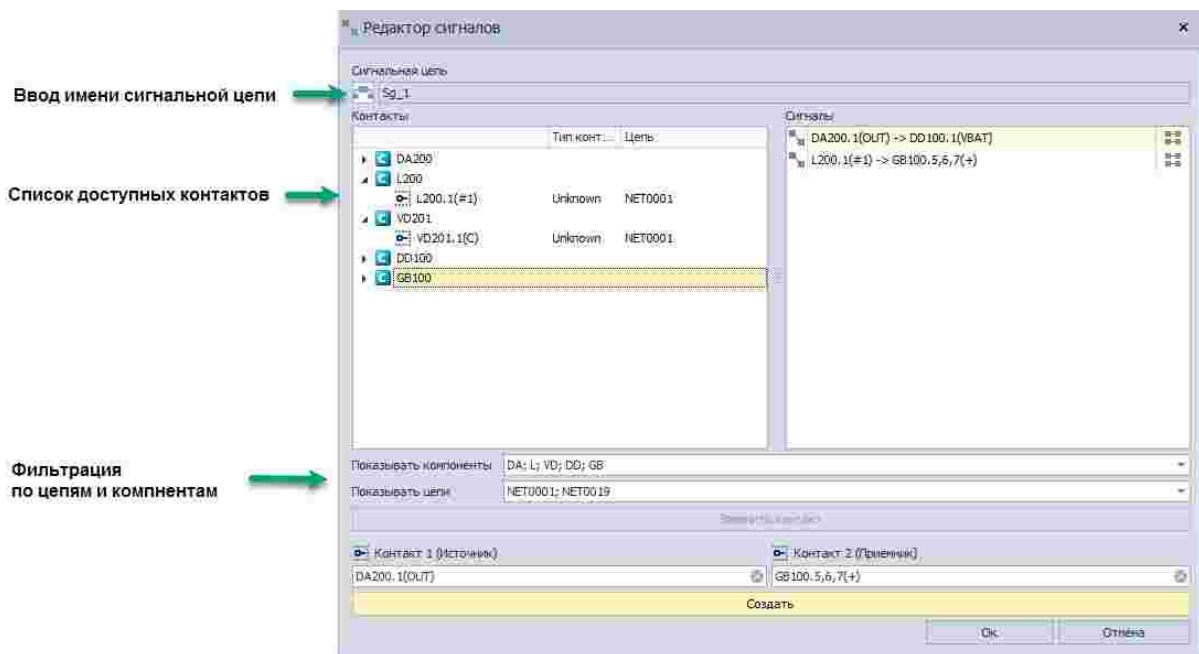

Рис. 270 Определение источника и приемника сигнала для выводов, входящих в отобранные цепи
- В открывшемся окне для выводов, входящих в отобранные цепи, определите источник и приемник сигнала. В окне возможно отсортировать данные по цепям либо по компонентам. По завершению необходимо нажать кнопку «Создать», см. Рис. 270.